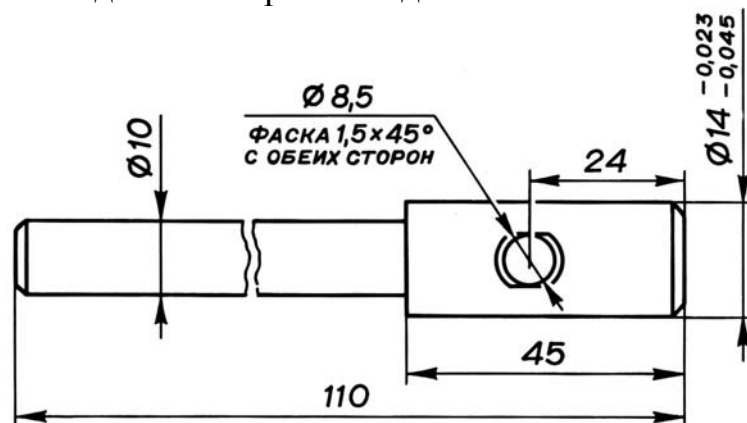
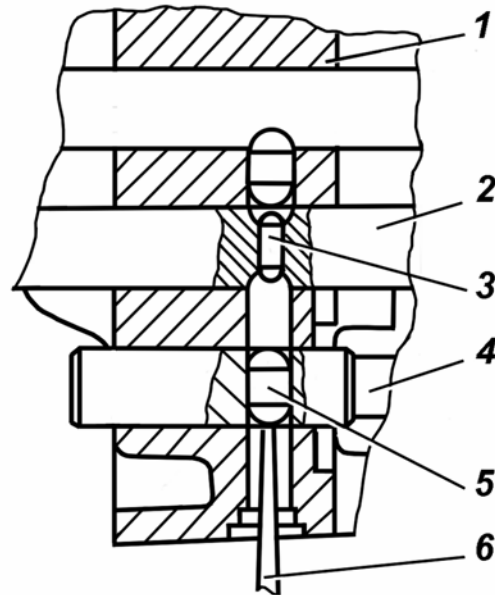

Рис. 4.23. Оправка для установки стопорного плунжера
Рис. 4.24. Установка стопорного плунжера: 1 – шток; 2 – стопорный палец; 3 – оправка; 4 – задний картер; 5 – бородок; 6 – стопорный плунжер
- установить стопорный плунжер механизма блокировки в задний картер между отверстиями под штоки включения 3-й и 4-й передач и штока включения 1-й и 2-й передач; для удобства целесообразно использовать оправку (рис. 4.23), последовательно вставляя ее в отверстия под штоки включения 5-й передачи и заднего хода и в отверстие под штоки включения 3-й и 4-й передач;
– установить стопорный плунжер 6 (рис. 4.24) механизма блокировки до упора в шток включения 3-й и 4-й передач; для удобства целесообразно использовать оправку (см. рис. 4.23);
– запрессовать новую заглушку в отверстие под плунжер механизма блокировки (см. рис. 4.24), предварительно смазав отверстие герметиком «Эластосил» (или подобным) и закернить заглушку в двух диаметрально противоположных местах;